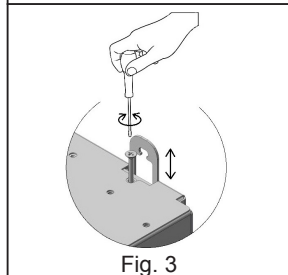

Fig. 3
- b) Tylne wsporniki wyrównujące mocowane za pomocą kołków rozprężających w zestawie (Rys.3)